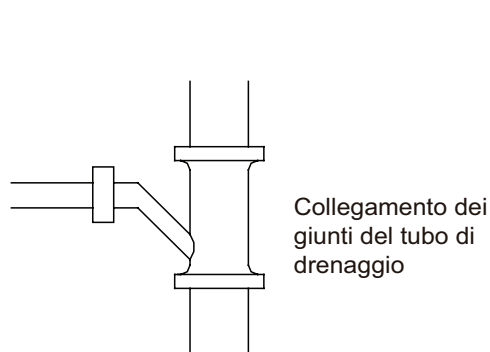

Fig. 4.3.6
- (8) Il tubo orizzontale non può essere collegato al tubo verticale allo stesso livello; scegliere il modo di connessione come mostrato sulle seguenti Figure.
- N°1: Collegamento dei giunti del tubo di drenaggio (Fig. 4.3.6).